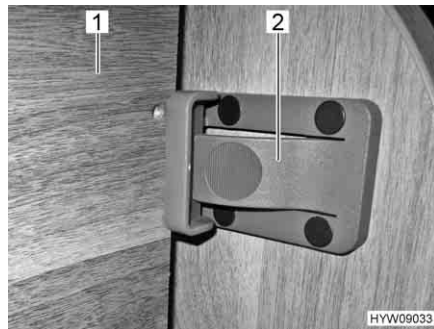

Fig. 52 Dispositivo di sicurezza anteriore
- Sollevare il letto (Fig. 52,1).
- Assicurare il letto alla parete del mobile con il chiavistello (Fig. 52,2).
- Premere il chiavistello (Fig. 52,2).